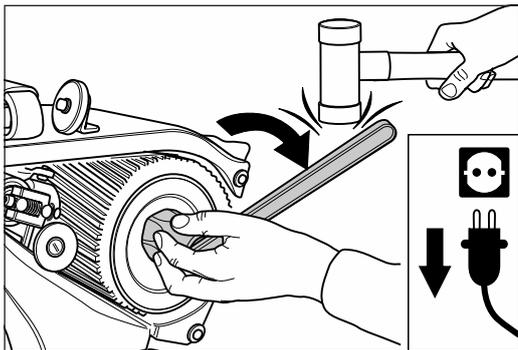

Abb. 54 Die Walzenmutter **im Uhrzeigersinn lösen (Linksgewinde)**, gegebenenfalls mit einem gedämpften Schlag. **Niemals einen Stahlhammer benutzen!**
- 8 Öffnen Sie mit dem Walzenschlüssel (siehe Werkzeugtasche) die Walzenmutter **im Uhrzeigersinn (Linksgewinde; Abb. 54)!** Nehmen Sie gegebenenfalls einen Schonhammer zur Hilfe. **Benutzen Sie niemals einen Stahlhammer!**